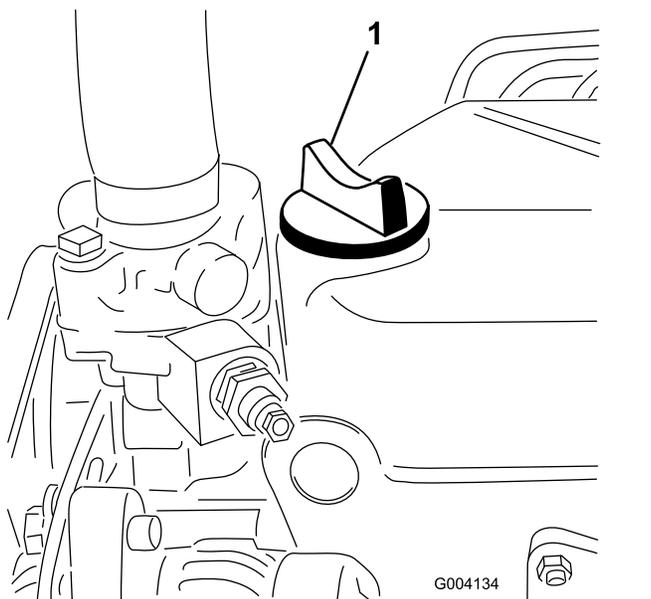

图30
5. 如果油位低于已满标记应取下加油盖图30添加机油直至油位达到量油尺上的已满标记。